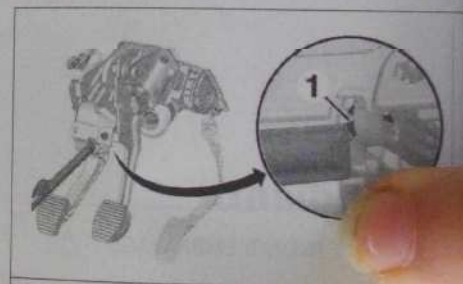

Fig. 6
- Dégager le clip (1) du pédalier à l'aide d'une palette plastique (Fig.6).